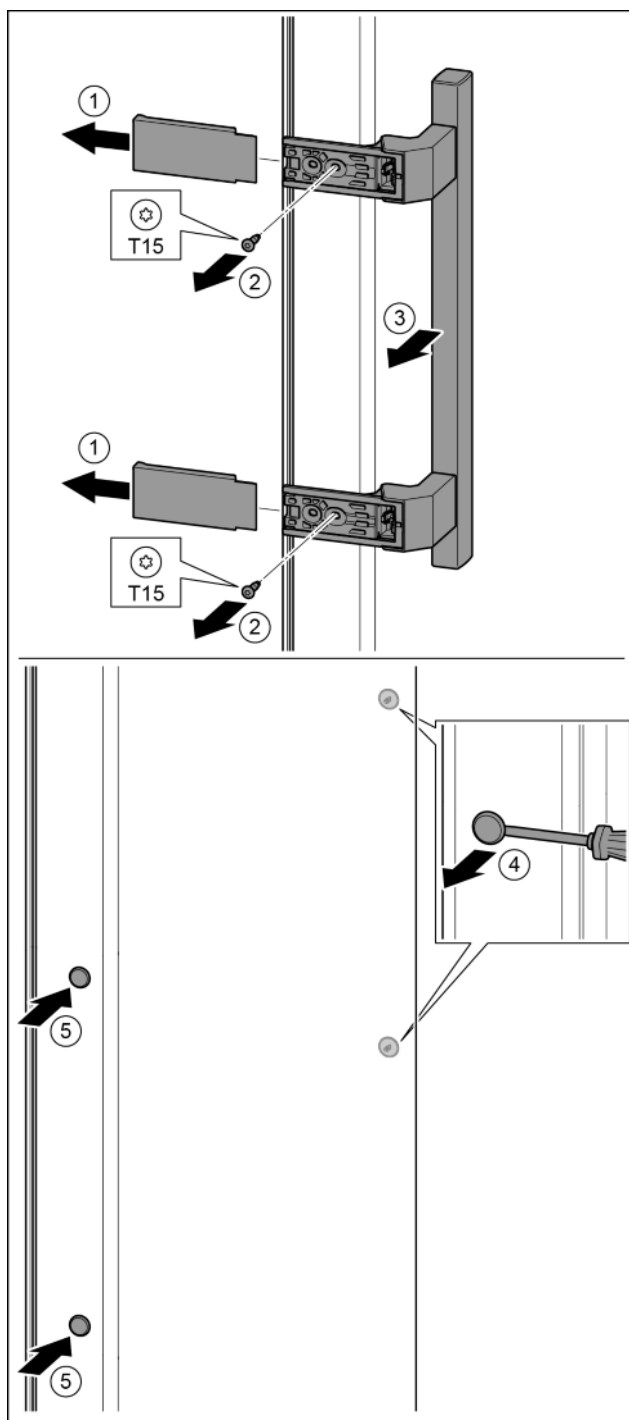

Fig. 15
- ▶ Skinite pokrov. Fig. 15 (1)
- ▶ Odvijačem T15 odvijte vijke. Fig. 15 (2)
- ▶ Skinite ručicu. Fig. 15 (3)
- ▶ Odvijačem oprezno podignite bočni čep i izvucite ga. Fig. 15 (4)
- ▶ Ponovo umetnite čep na drugoj strani. Fig. 15 (5)